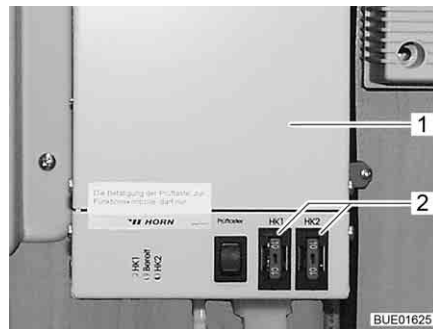

Fig. 106 Régulateur du chauffage des conduites des eaux usées
Les fusibles se trouvent sur le régulateur (Fig. 106,1).
- Changer le fusible (Fig. 106,2).